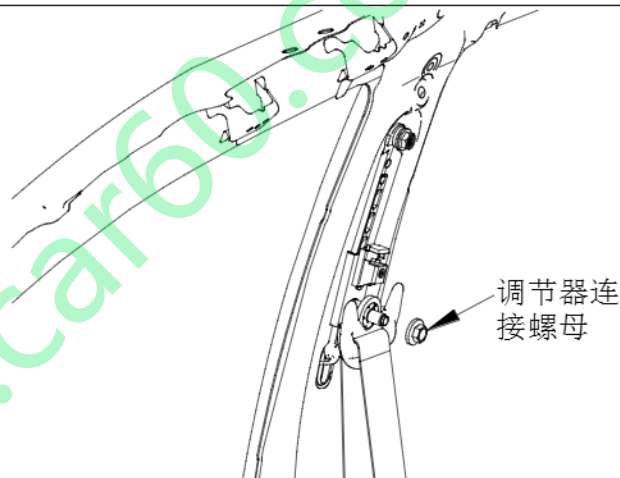

图 1-2
5、将 B 柱上护板拆除，然后拆卸调节器连接螺母，拆下导向件。螺母拧紧力矩 $45\text{N}\cdot\text{m}$ （图 1-2）。